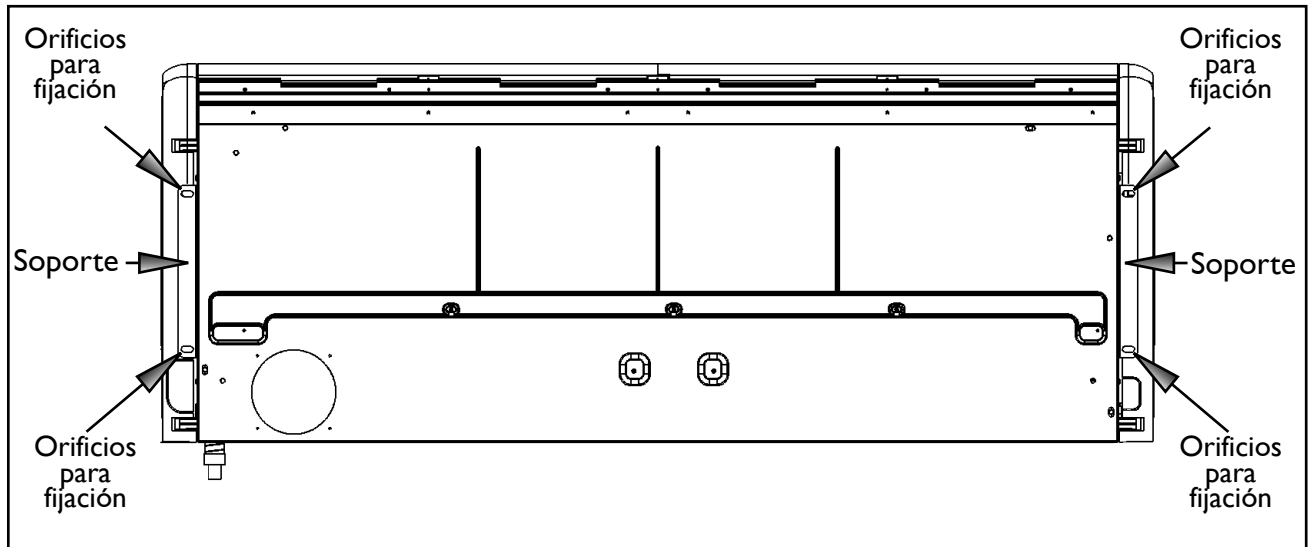

FIGURA 11 - SOPORTES Y PERFORACIONES PARA FIJACIÓN
- d) La figura 11 indica la posición de los tornillos de armado en los soportes de fijación. Instale los soportes de fijación en el techo a través del uso de tornillos de armado, tuercas y arandelas.